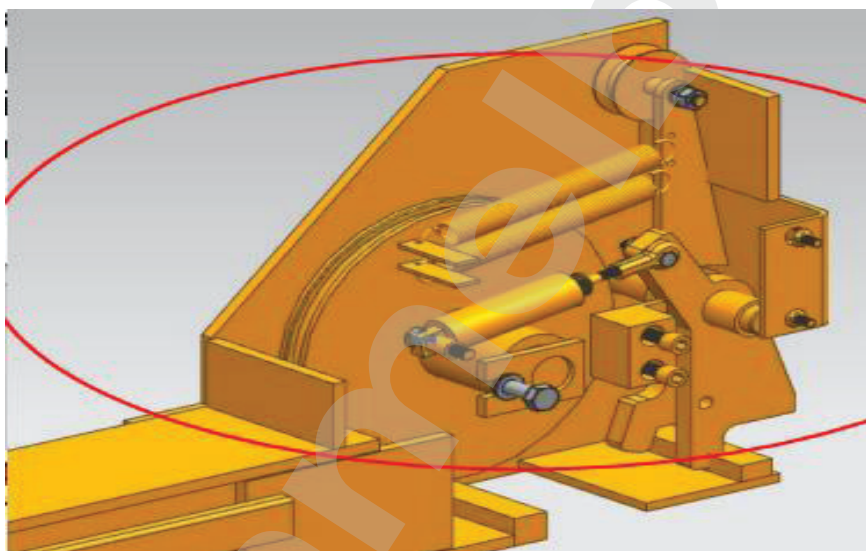

Рис. 14.1
6. Убедитесь, что все прижимные пластины свободно движутся, см. рис.14.1.